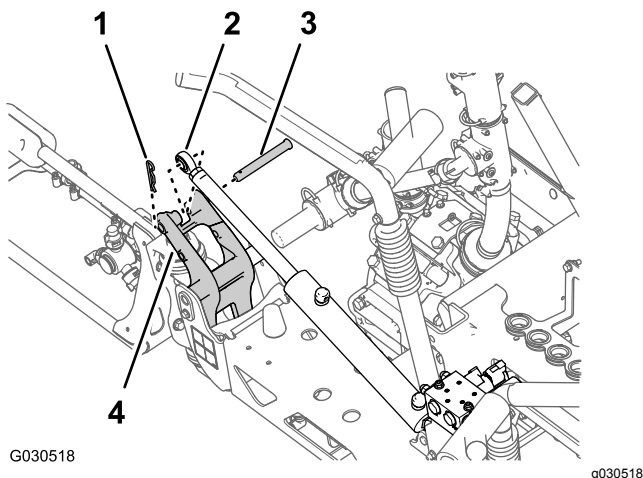

Рисунок 38
- Удалите шплинт и шплинтуемый штифт, которые крепят конец штока подъемного цилиндра к кронштейну оси поворота (Рисунок 38).